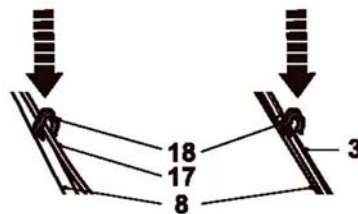

Fig. 4
- Fixer les câbles (3, 17) sur la poignée inférieure (8) avec les serre-câbles (18) (Fig. 4).